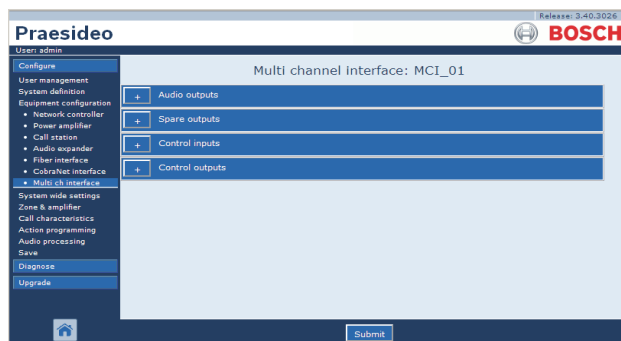

figura 44.22: Configurare l'interfaccia multi canale, passaggio 2
- 2 Fare clic sul nome dell'interfaccia multi canale che deve essere configurata. Nella cornice principale dell'interfaccia di rete, appare una schermata simile a quella di figura 44.22.